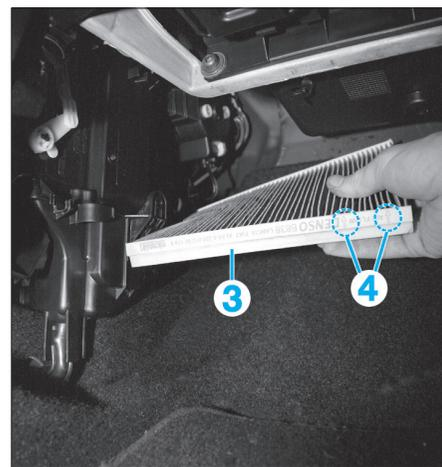

Fig. 4
Procéder dans l'ordre inverse des opérations de dépose en respectant le sens de montage du filtre. Les flèches (4) sur le filtre à air d'habitacle (3) doit être orientée vers les sièges (Fig.4).